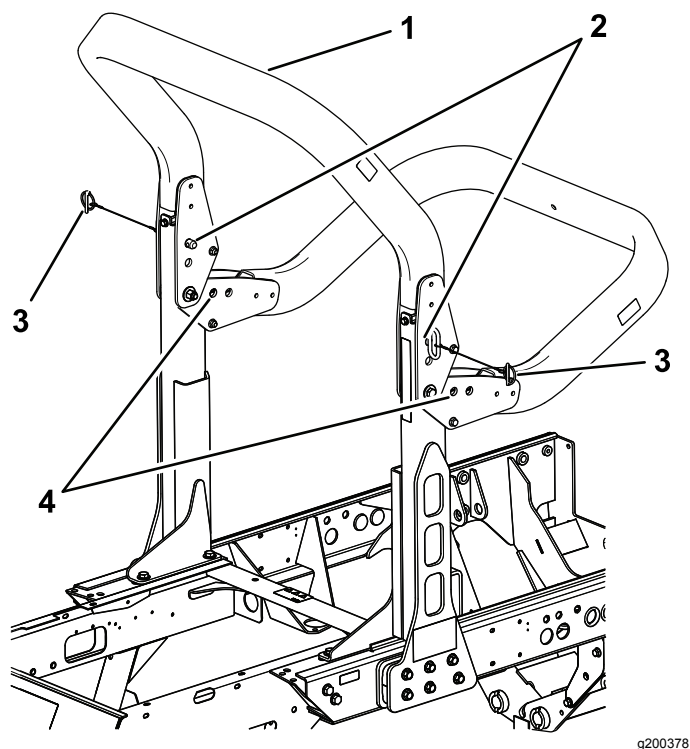

Figura 36
2. Suporte o peso da estrutura superior da barra de segurança enquanto remove os pinos de encaixe e os passadores de forquilha dos suportes articulados (Figura 36).